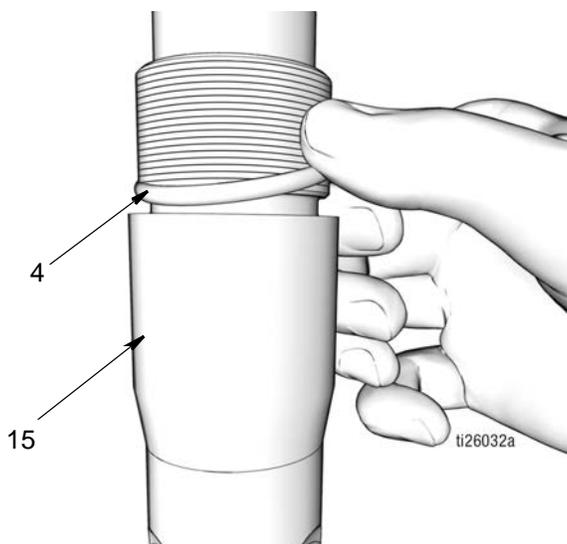

图 42
- b. 在 O 形圈 (4) 上抹上薄薄一层滑脂。将 O 形圈安装在止回阀 (15) (图 42) 上。